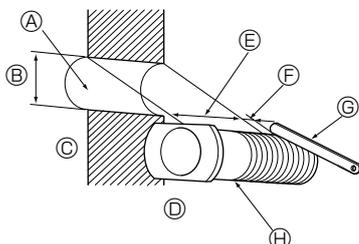

Fig. 3-6
3.4.1. Löcher bohren (Fig. 3-6)